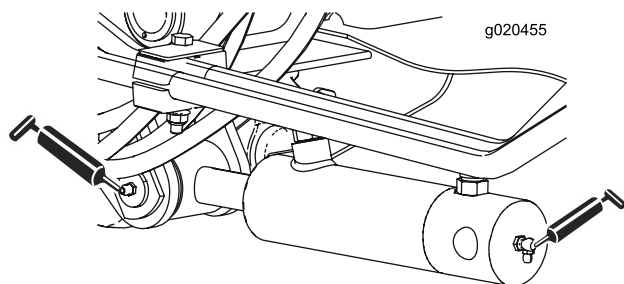

Figura 41
- Casquillos de los cilindros de los brazos de elevación (2 en cada lado) (Figura 41)